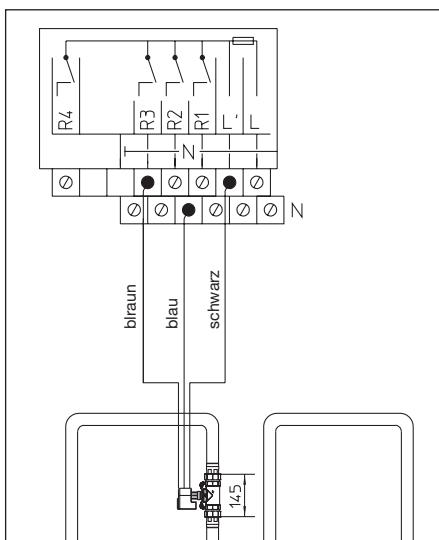

Abb. 6.2 Verkabelung an Regler „Regtronic RQ“
- Verbinden Sie das braune Kabel des Stellantriebes mit dem Reglerrelais R3, das schwarze Kabel mit der abgesicherten Phase des Reglers (L') und das blaue Kabel mit der Neutralleiter - Sammelklemme des Reglers (N) siehe Abb. 6.2.